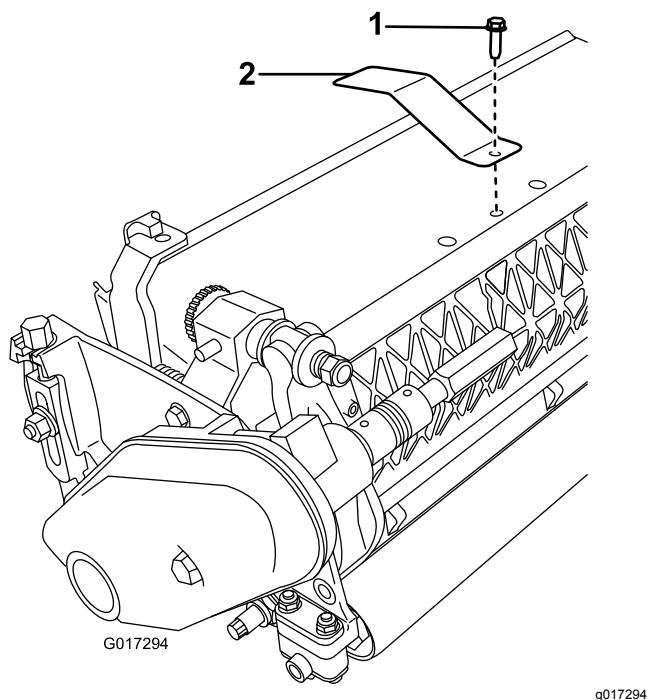

図 3
2. 中央のグラスシールドボルトを外す 図 3。
3. 取り外したボルトを使って、ターゲットプレートをCuttingユニット上部に取り付ける 図 3。